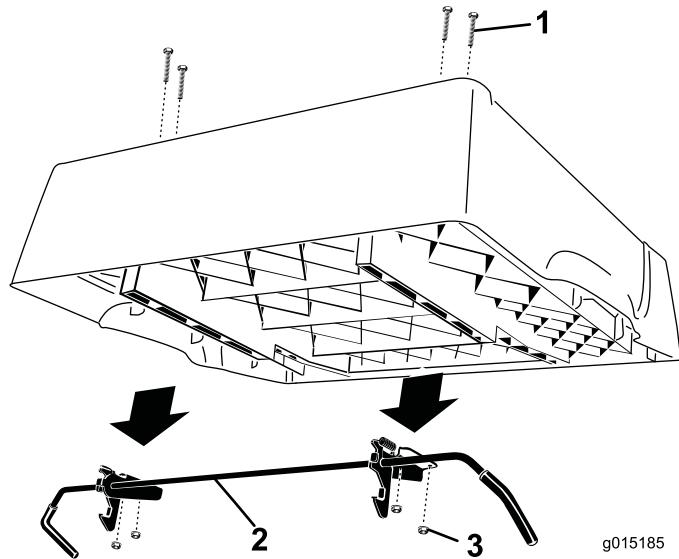

図 3
5. ラッチ・ロッド・ブラケットを荷台の裏側に固定しているフランジ・ナット(4本)を外す(図 3)。ロッドとラッチは捨てないと。各キャリッジ・ボルトはそのまま穴に残し、フランジ・ナットで荷台に再固定する。